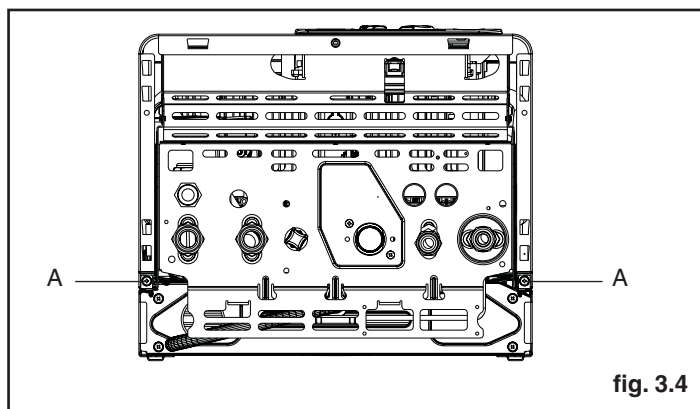

fig. 3.4
- svitare le viti (A) di fissaggio del mantello (fig. 3.4)
- Lampeggiante veloce (frequenza 0,1 secondo acceso - 0,1 secondo spento durata 0,5) ingresso/uscita funzione S.A.R.A. (Sistema Automatico Regolazione Ambiente) - fig. 3.4.a.